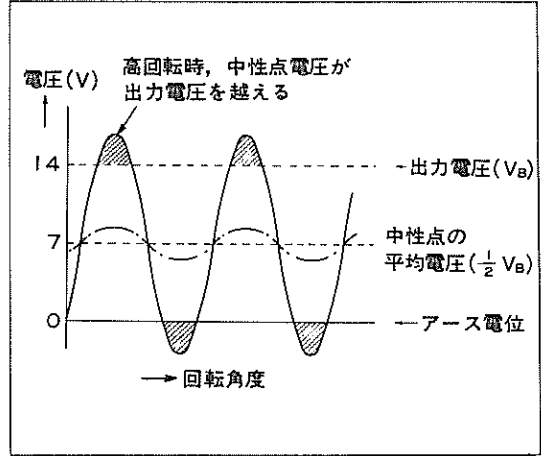

図5-78 出力アツプ加算部分
(2) 高速回転時、中性点電圧のピークで出力電圧（ゼネレータ レギュレータによつて一定に制御されている）以上になる所は、図5-78斜線の部分である。